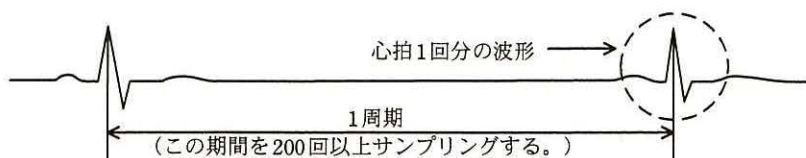

図 3 心拍と心電波形の 1 周期の関係
(1) 心拍と心電波形の 1 周期の関係を図 3 に示す。心電波形 1 周期のサンプリング回数を 200 回以上としたとき、計測できる 1 分当たりの最大心拍数は何回か。答えは小数第 1 位を四捨五入して、整数で求めよ。